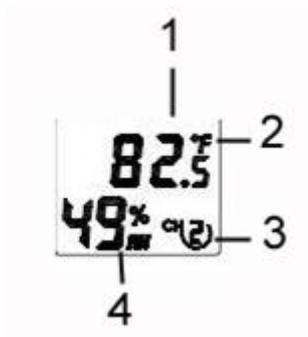

Abbildung 16: Sensor-LCD-Anzeige
8. Stellen Sie sicher, dass die korrekte Kanalnummer (CH) und die Temperatureinheiten ($^{\circ}\text{F}$ vs. $^{\circ}\text{C}$) auf dem Display angezeigt werden, wie in Figure 16 dargestellt.